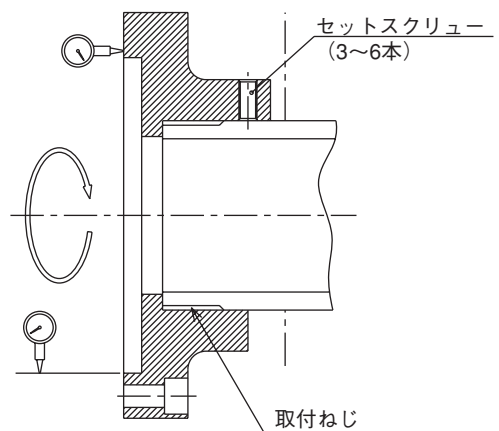

図10 シリンダアダプタの振れ測定
- シリンダアダプタの面振れ及びギンローの振れは0.005mm以下にして取付ること。（図10）
- シリンダアダプタの緩み止めのセットスクリューを必ず設けてください。（図10）